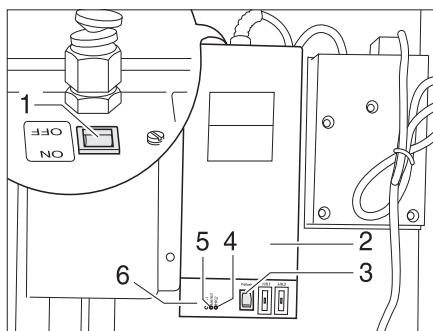

Fig. 119 Trasformatore con apparecchio di regolazione
Il trasformatore 230 V AC/12 V DC (Fig. 119,2) è montato, a seconda del modello, nell'armadio guardaroba o nella cassapanca della dinette.
- La spia di controllo (Fig. 119,5) diventa verde: Regolazione in funzione
- Le spie di controllo (Fig. 119,4 e 6) diventano rosse: Le tubazioni delle acque grigie vengono riscaldate
Nell'involucro è incorporato un pulsante di prova (Fig. 119,3) che consente di mettere in funzione brevemente l'apparecchio di regolazione. La pressione sul pulsante di prova consente di testare il funzionamento del riscaldamento anche quando la temperatura ambiente è superiore a 5 °C.
- Posizionare su "ON" l'interruttore (Fig. 119,1) sul trasformatore (Fig. 119,2).
- Posizionare su "OFF" l'interruttore (Fig. 119,1) sul trasformatore (Fig. 119,2).